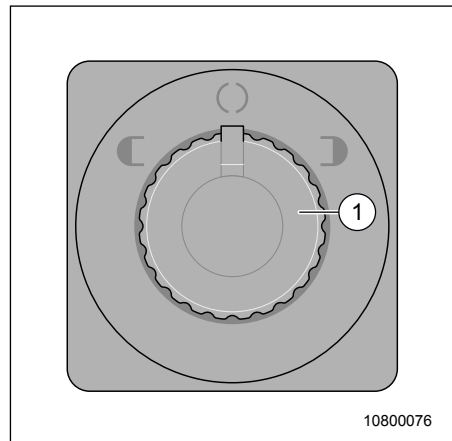

Fig. 25 Bouton de commande
- Tourner le bouton (Fig. 25, pos. 1) vers la gauche pour régler le rétroviseur extérieur de gauche.
- Tourner le bouton (Fig. 25, pos. 1) vers la droite pour régler le rétroviseur extérieur de droite.